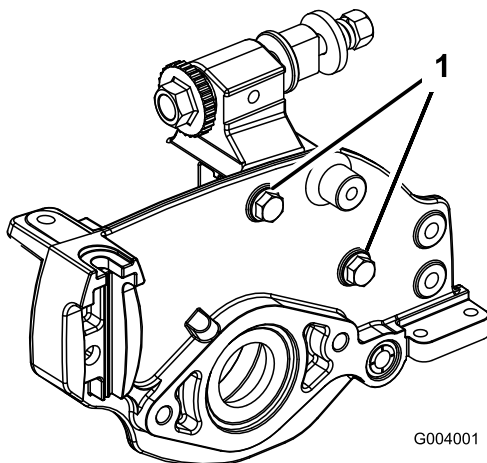

図 14
**注** リールと後ローラとの平行関係は、Cuttingユニット全体の組み立て精度により保証されていますから、調整は不要です。ごくわずかな狂いを戻す調整は可能です。まず、定盤の上でサイドプレート組み付けキャップスクリュをゆるめます(図 14)。全体を調整してキャップスクリュを再度締め付ける。